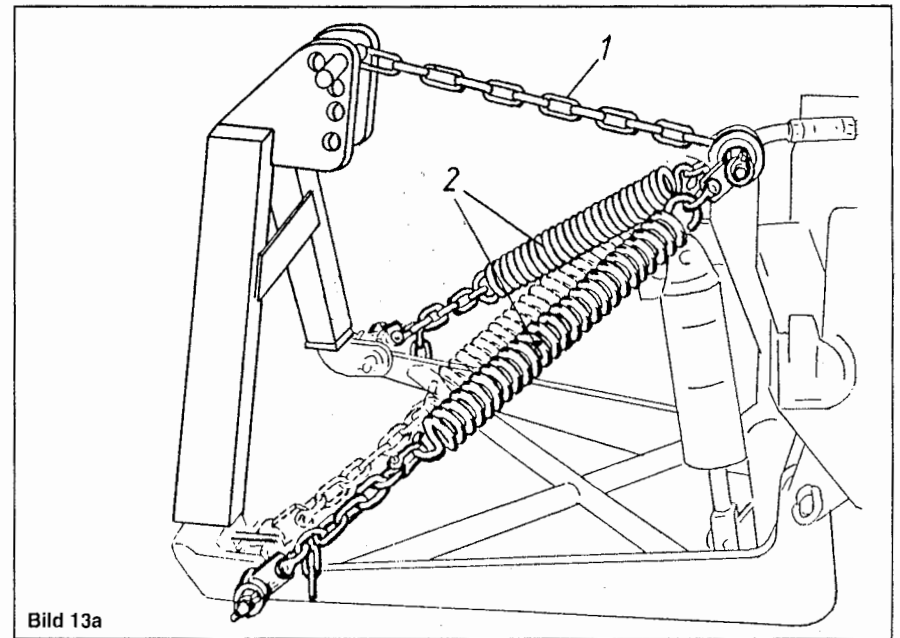

Bild 13a
- Federentlastung (Bild 13a, Pos. 2) so einstellen, daß ein Teil des Maschinengewichtes auf die Schleppervorderachse übertragen wird. (Maschine muß waagrecht stehen!)
- Den Oberlenker durch eine Kette (Bild 13a, Pos. 1) austauschen. (Kette muß in Arbeitsstellung leicht durchhängen.)